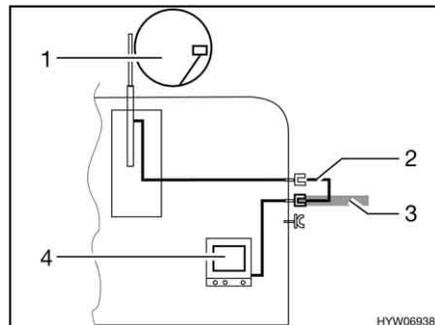

Fig. 178 TV dans le véhicule
- TV dans le véhicule (Fig. 178,4) : Raccord à l'antenne sur le toit (Fig. 178,1) avec câble d'alimentation (Fig. 178,2)
- TV dans le véhicule (Fig. 178,4) : Raccord à l'antenne extérieure (Fig. 178,3)